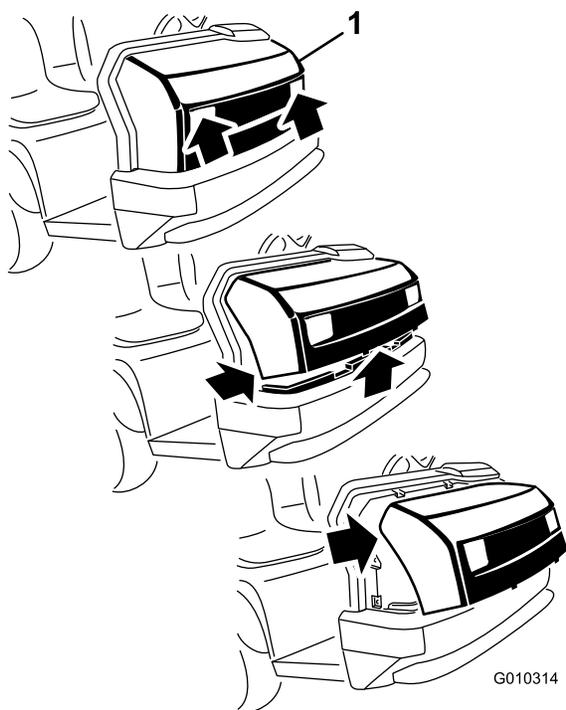

図 38
1. ヘッドライトの開口部でフードをつかみ、フードを持ち上げて、下側の取り付けタブをフレームの穴から外す図 38。
2. フードの下側を手前に持ち上げてから下に引っ張り、上側の取り付けタブをフレームの穴から外す図 38。
3. フードの上側を手前に倒し、ヘッドライトからワイヤコネクタを抜く図 38。